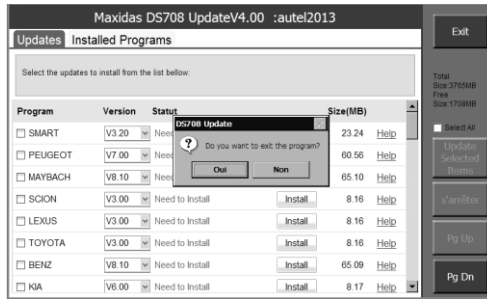

Figure 2.8: Mise à jour du programme de sortie
**REMARQUE:** S'il vous plaît utiliser l'> Système / Aide À propos de fonction pour savoir le numéro de série du produit et le mot de passe. Pour plus de détails, s'il vous plaît se référer à la Section 5.11 à propos. Ou, vous pouvez trouver l'information sur la MessageBox pop-up d'enregistrement (Figure 2.8).